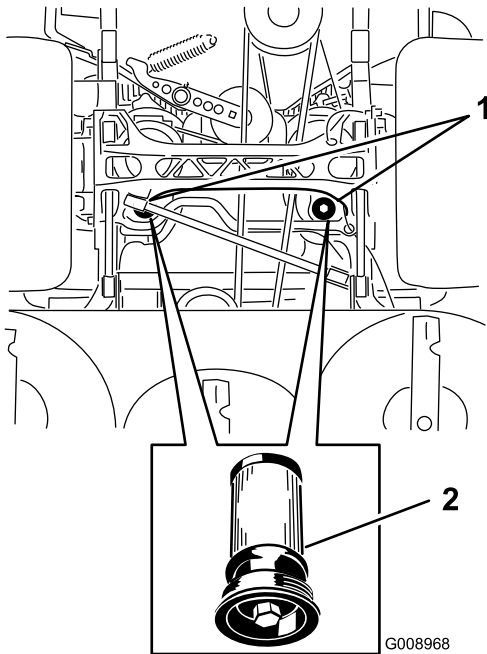

**Figura 83**
3. Levante la máquina y apóyela sobre soportes fijos (Figura 83).
9. Retire los soportes y baje la máquina (Figura 83).